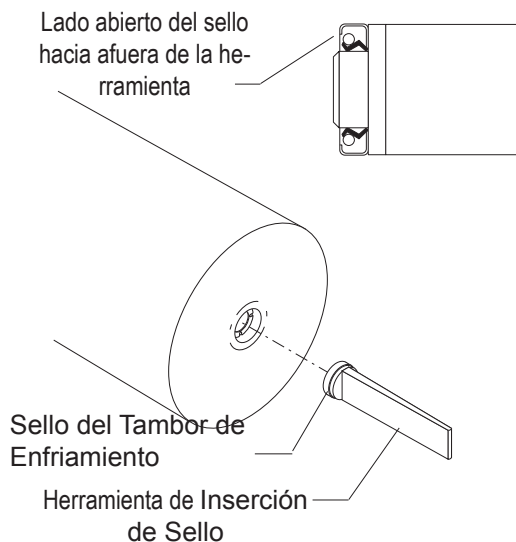

Figura 2
- Coloque el sello de la herramienta de inserción como se muestra en la Figura 2. Asegure que el lado abierto del sello esté hacia el tambor de enfriamiento.